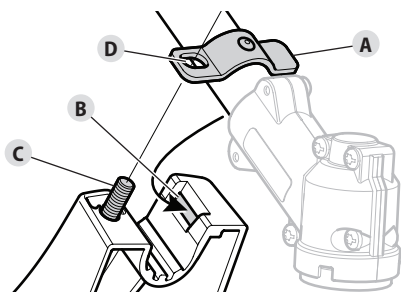

Fig. 3
2. Insérez la patte courte (celle sans orifice) du support de fixation (Fig. 3-A) dans l'encoche du carter de protection (Fig. 3-B).
3. Faites tourner le bouclier de la tête de coupe jusqu'à ce que les boulons du bouclier de la tête de coupe (Fig. 3-C) dépassent des orifices du support de fixation (Fig. 3-D).